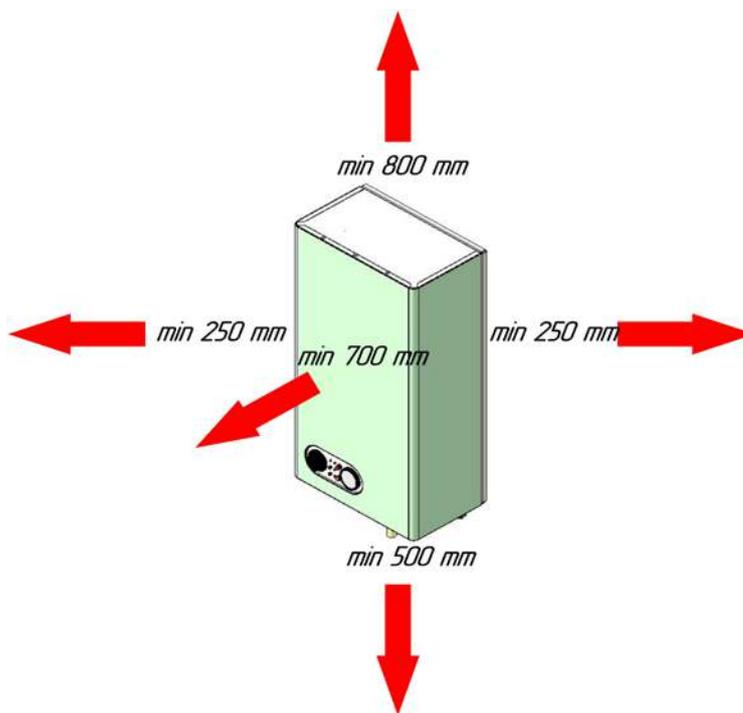

Рис. 1 - Минимальные расстояния между котлом и стеной
- 8) устанавливать котел впритык к стенам котельного помещения (рис. 1);
5.2 Место установления котла определяется проектом. Для котла необходимо выбрать такое место для установки, чтобы был обеспечен достаточный доступ при обслуживании или сервисном обзоре. Минимальное расстояние между котлом и стеной показано на рис. 1.